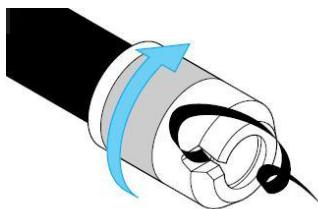

Bild 1
1. Rohr mit Anschräghülse von Hawle Nr. 6000 oder mit gleichwertigem Produkt anschrägen (siehe Bild 1)